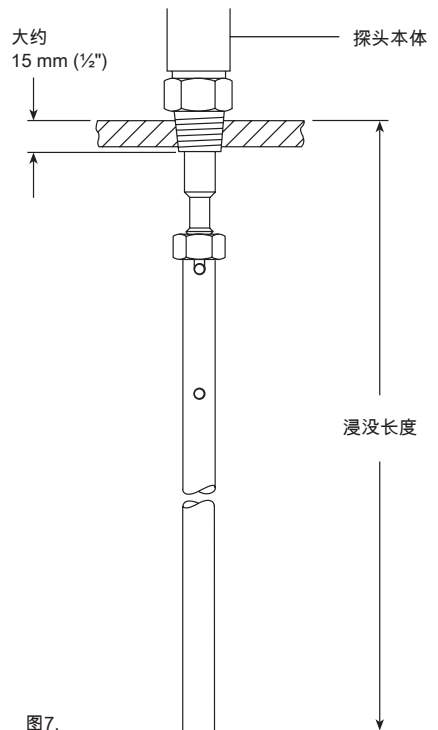

图7.
- 将探头尖端拧到探头上，直到探头中的孔与探头尖端中的槽的底部对齐 (参见图 7) 。
- 使用细钢锯将探头尖端切割成此长度 (见图 7) 。